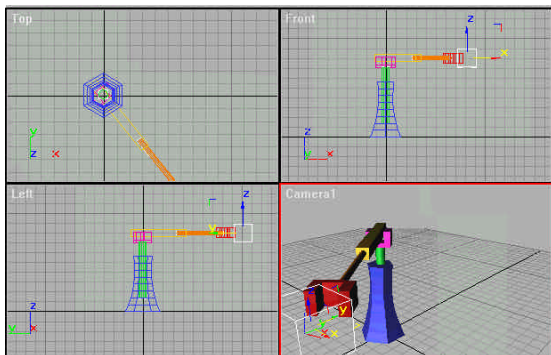

图11-31 30帧时视图中虚拟物体的位置
1) 单击Animate按钮打开动画记录, 拨动时间滑块到30帧, 通过“选择并移动”工具在视图中改变虚拟体的位置, 如图11-31所示。